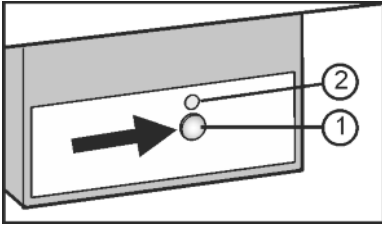

Fig. 9
- ▶ Premere il tasto On/Off Fig. 9 (1) finché si illumina il LED Fig. 9 (2).